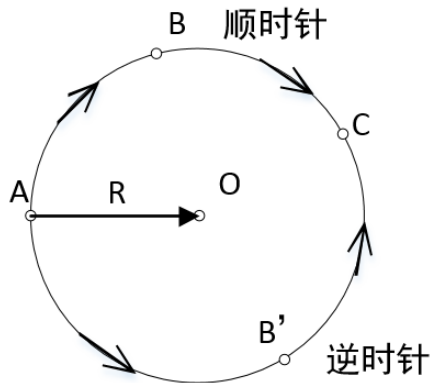

图 8.4 终点半径圆弧插补模式
3) Circle\_Mode=2, 表示终点半径模式, 如图 8.4 所示。